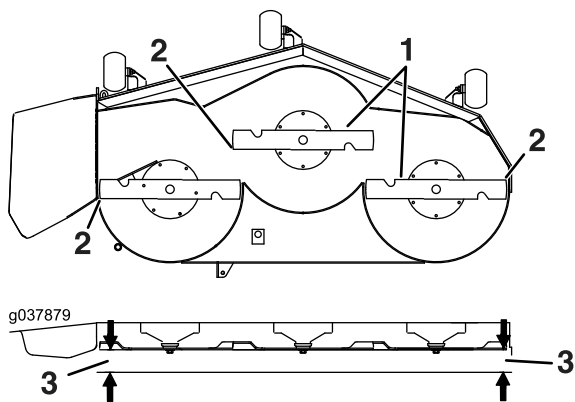

Figura 79
14. Ruotate con cautela le lame da un lato all'altro (Figura 79).